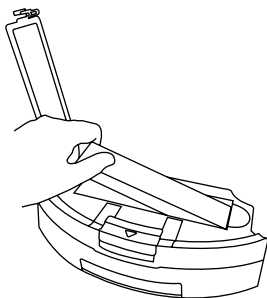

Figura 1
1. Aprire il coperchio di accesso al filtro HEPA per la manutenzione (Figura 1). Il filtro HEPA non può essere pulito in quanto tale operazione potrebbe danneggiarlo.